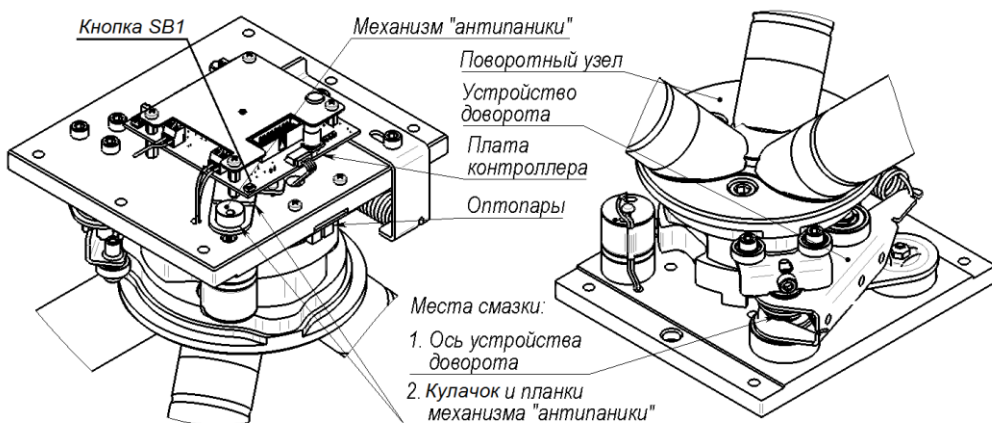

Рис.8 Расположение узлов и деталей трения. Места смазки
В случае, если фиксации планок не происходит (механизм «антипаники» разрегулировался), необходимо повторно с пульта управления включить режим «Антипаника» и после этого установить планки в рабочее положение. При отсутствии пульта, на плате контроллера турникета предусмотрена кнопка SB1 (см. рис.8 и 9). Короткими нажатиями кнопки SB1 необходимо отрегулировать механизм «антипаники» - привести кулачок в положение согласно рисунка справа.
- выполните смазку следующих узлов трения (см. рис.8), смазка – «Литол» или аналогичная: